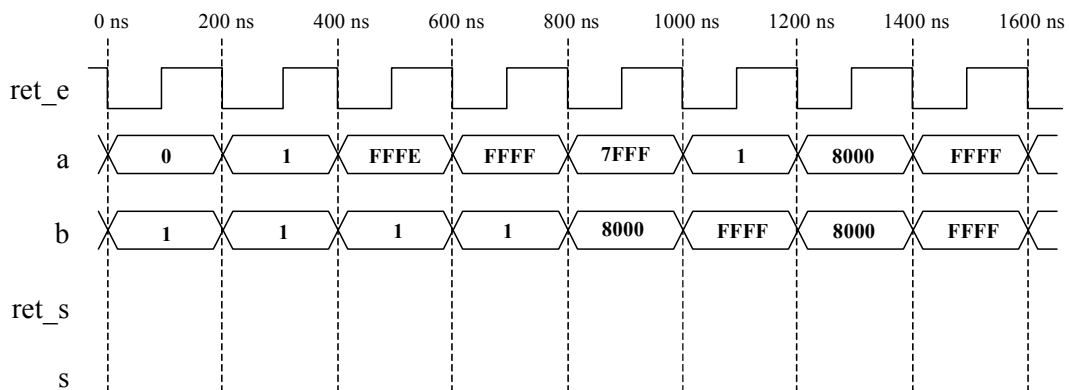

Figure 7. Chronogrammes d'entrées et de sorties (à compléter) du composant *add16*
4. Simulez le projet pour les chronogrammes d'entrées suivant la Figure 7, complétez les résultats de la simulation dans cette même figure.